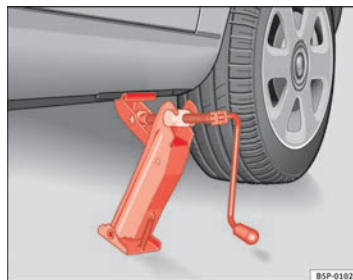

Fig. 159 Colocação do macaco
- Ajustar o macaco de modo a que a respectiva garra envolva o perfil da longarina inferior e a base móvel fique totalmente assente no chão ⇒ **página 256, fig. 159.**